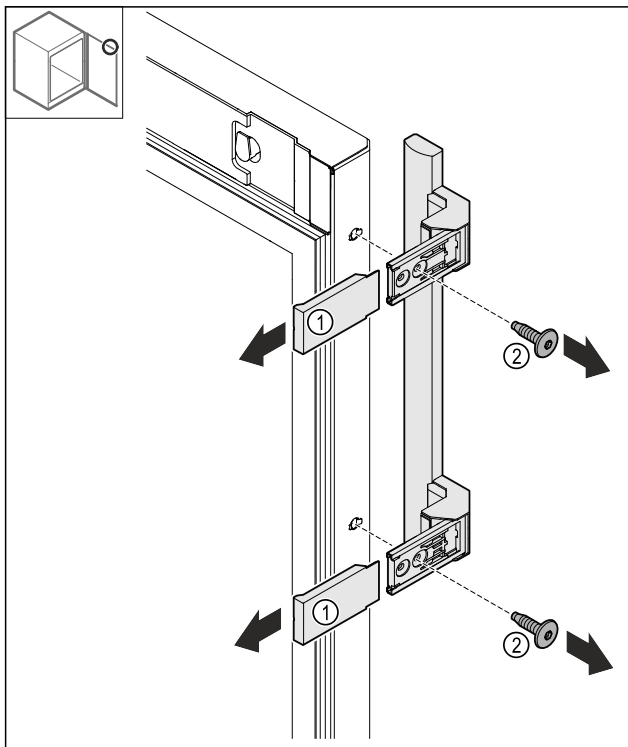

Fig. 24
- Nutraukite dengiamąsias plokšteles Fig. 24 (1).
- Atlaisvinkite varžtus Fig. 24 (2).